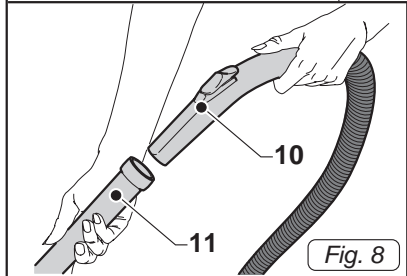

Fig. 8
- Удерживайте эргономичной устройстве (10 Рис.8) шланга, жесткие расширения (11 Рис.8).